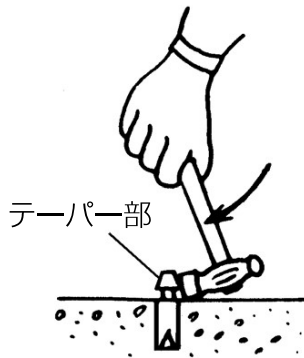

図 9
- (5) 手ハンマなどでアンカーのテーパ部を折り取ります。(図9)